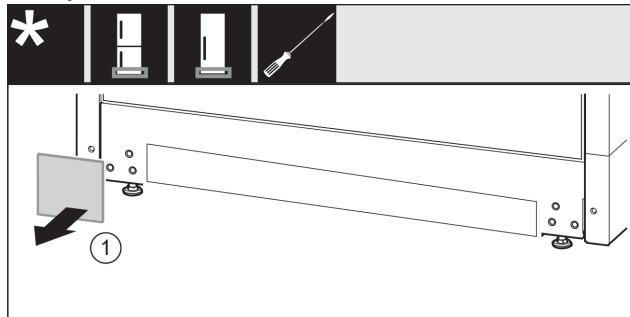

Fig. 15
- ▶ Nuimkite dengiamąją plokštelę Fig. 15 (1).